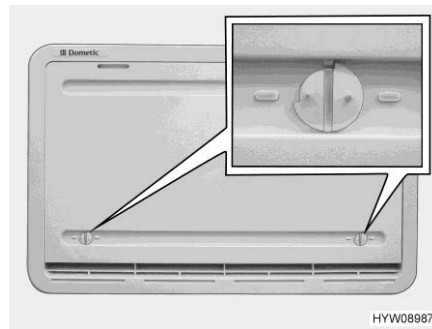

Fig. 133 Copertura invernale
Se il funzionamento del frigorifero avviene a basse temperature esterne, il produttore consiglia l'utilizzo di una copertura invernale (Fig. 133) per la griglia di aerazione del frigorifero.
- Aprire entrambi i bloccaggi (Fig. 133), la scanalatura risulterà orizzontale.